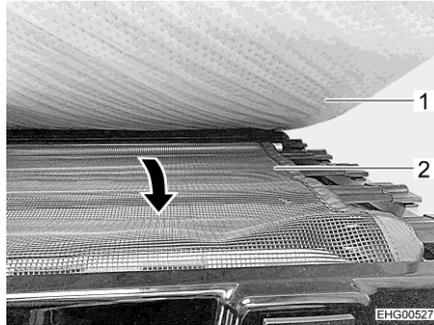

Fig. 57 Rete protettiva
- Sfilare la rete protettiva (Fig. 57,2) sotto il materasso (Fig. 57,1) e tenderla sopra l'apertura di ingresso.